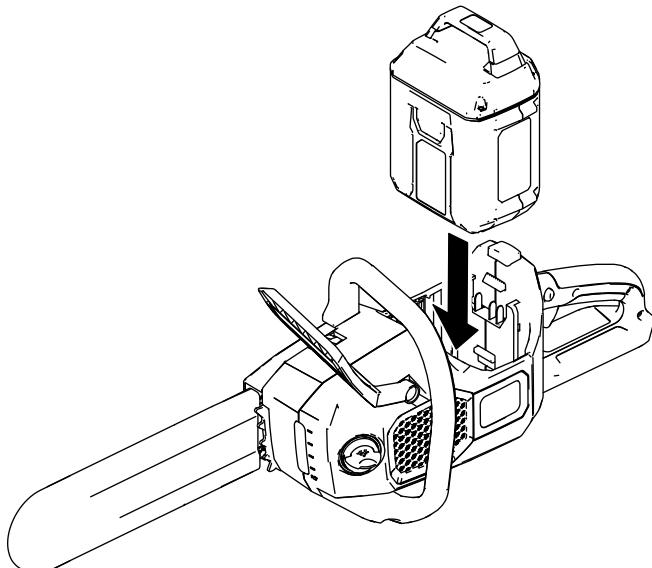

Bild 7
3. Fluchten Sie die Zunge des Akkupacks mit dem Akkupackfach in der Kettensäge aus (**Bild 7**).